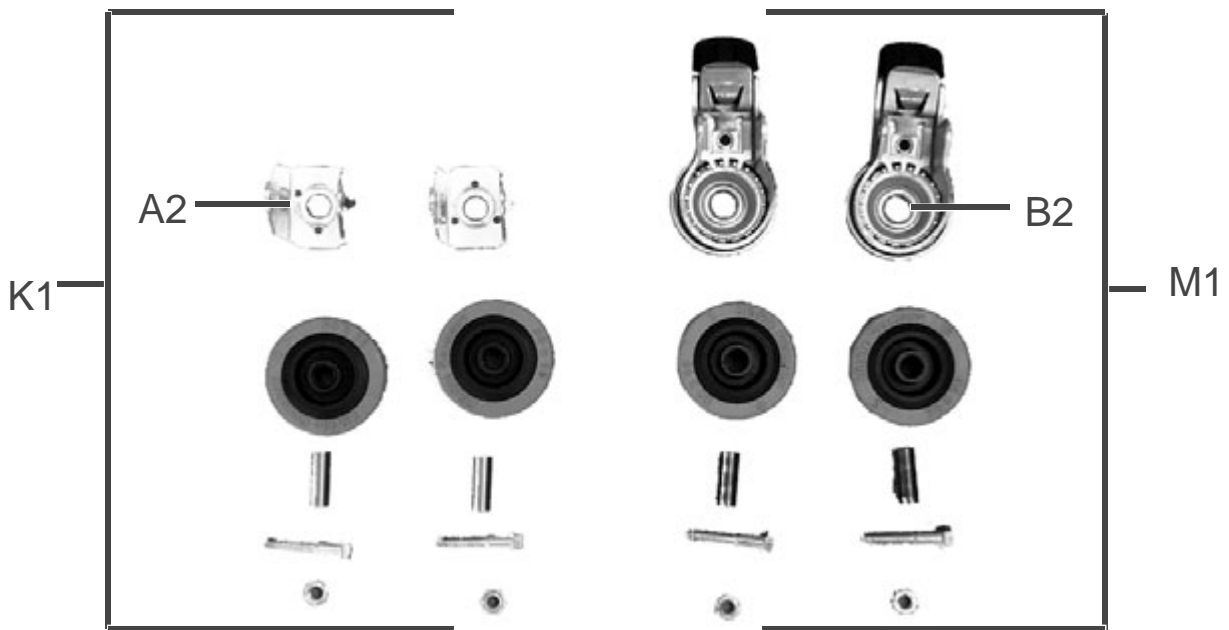

Abb. 3: Räder demontiert
- Vor Montage des Radsatzes müssen die Bockrollen (K1) und die Lenkrollen (M1) komplett demontiert werden. (Einzelteile der Rollen siehe Abb. 3)